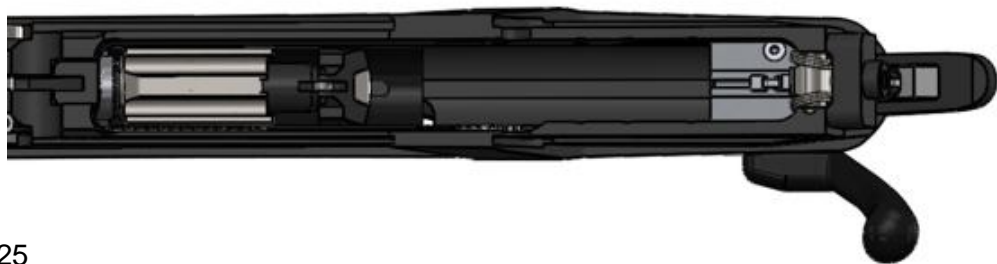

Bild 25
(4) Verschluss in verriegelte Stellung schieben (Bild 25)